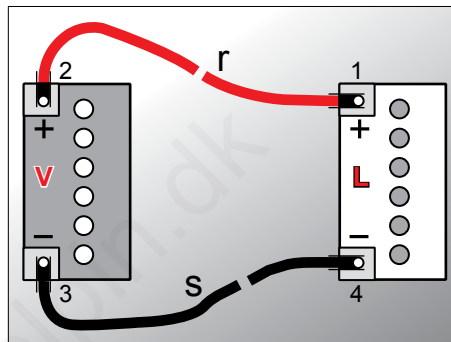

Fig. 130
1. Slut det røde startkabel pos r (Fig. 130) til det tomme batteris pluspol pos. L.
2. Slut det røde startkabel til det opladede batteris pluspol pos. V (Fig. 130).